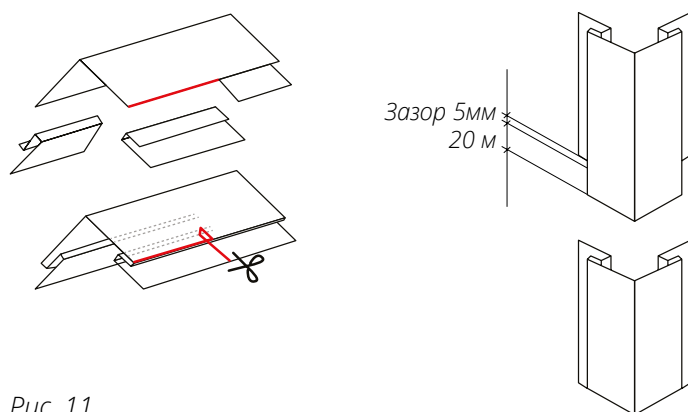

Рис. 11
- Для этого отрежьте 25 мм от крепежного отгиба, верхней планки, оставив лицевую часть (рис. 11).